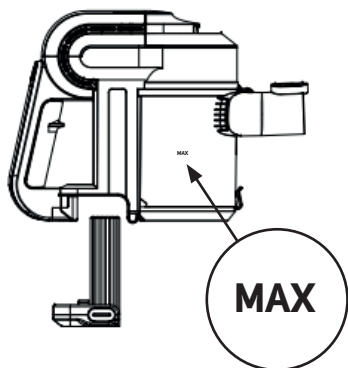

Fig.2
- Asegurarse que la batería esta bien colocada. (Fig. 2)